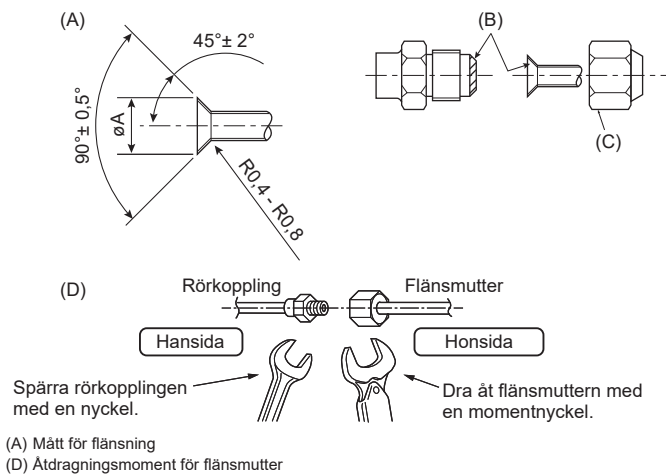

Fig. 4-1
(A)(Fig. 4-1)
(D)(Fig. 4-1)
4.2. Anslutningsrör (Fig. 4-1)
- Stryk på ett tunt lager av frysmaskinolja på röret och fogens tätningssyta innan den flänsade muttern dras åt. (A)
- Använd 2 skruvnycklar för att dra åt röranslutningarna. (D)
- Sätt på köldmedelsolja på flänsens hela yta. (B)
- Använd flänsmuttrar för följande rörstorlek. (C)